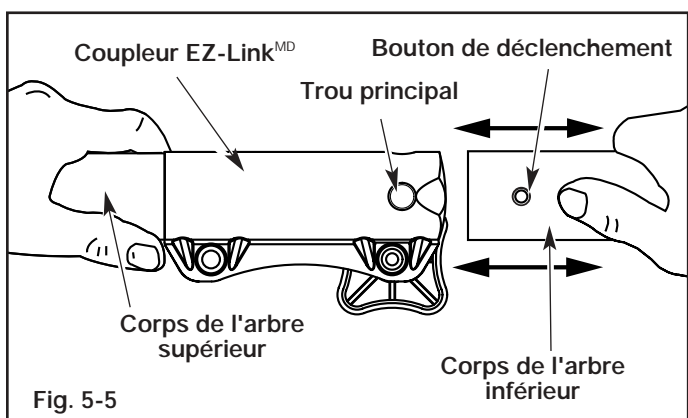

Fig. 5-5
2. Tenez fermement l'accessoire et enfoncez-le tout droit dans le coupleur EZ-Link^{MD} (Fig. 5-5).